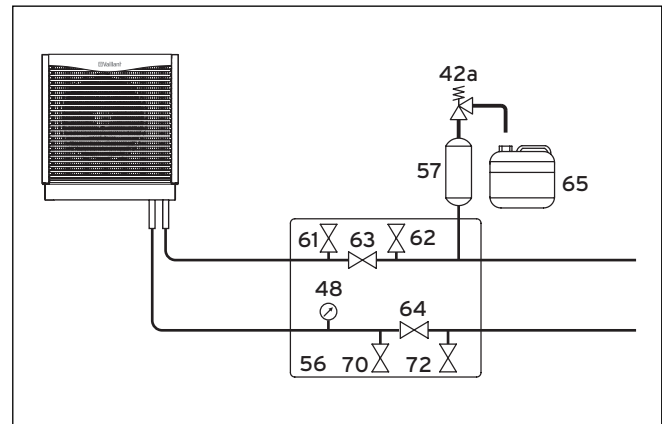

Abb. 5.7 Armaturen im Solekreis
Legende zu Abb. 5.7
- Installieren Sie den Sole-Auffangbehälter (→ Abb. 5.7, Pos. 65) drucklos am Sicherheitsventil (42a).